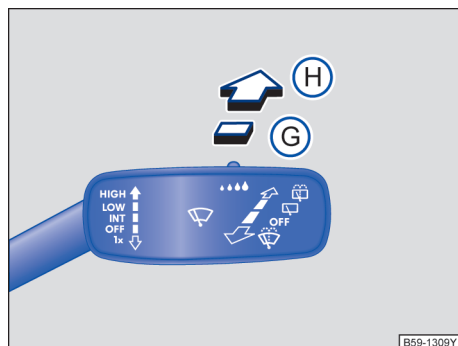

图 119 挡风玻璃雨刮器拨杆：后窗雨刮器操作
- 将挡风玻璃雨刮器拨杆向前按到位置 **G** → 图 119，大约每隔六秒，雨刮器刮一次车窗 → .